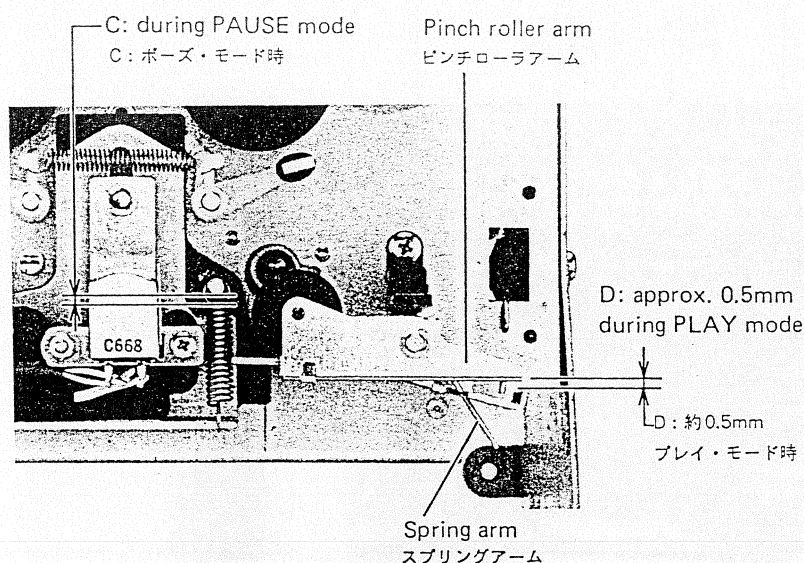

Fig. 5-4
1. With the deck in the play mode, check that there is clearance of approx. 0.5 mm between the pinch roller arm and the spring arm ("D" in Fig. 5-4).
4. Repeat switching operations from STOP to PAUSE mode two or three times, and make sure that when repeating steps 1 and 2, the clearances "D" and "B" are within the specified range respectively. Also make sure there is a clearance between head base and spring stud ("C" in Fig. 5-4).
1. プレイ・モードにして、ピンチ・ローラ・アームとスプリング・アームのすき間 (図 5-4 の D) が約 0.5mm であるか確認する。
4. ストップ・モードからポーズ・モードへの切換え操作を 2, 3 度繰り返した後、再度 1, 2 項のチェックをして、間隔 D と B がそれぞれ規定通りか確認する。また、ヘッド・ベースとスプリング支柱との間 (図 5-4 の C) にすき間があるか確認する。
Note: During play operation, make sure there is a clearance of approx. 0.5 mm between the pinch roller arm and the spring arm. Refer to Fig. 5-4.
注意: プレイ・モード中、ピンチ・ローラ・アームとスプリング・アーム間に約0.5mmのすき間があるか確認する (図5-4参照)。